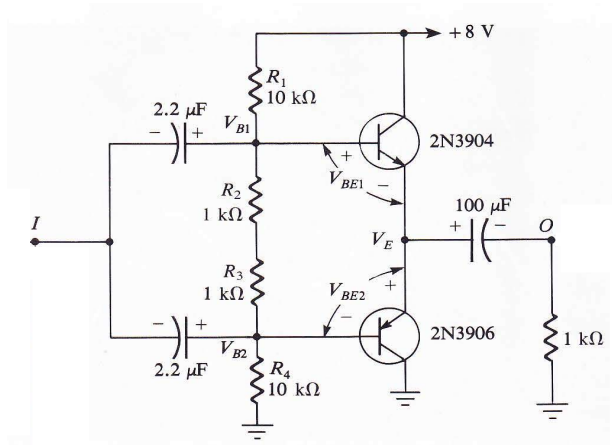
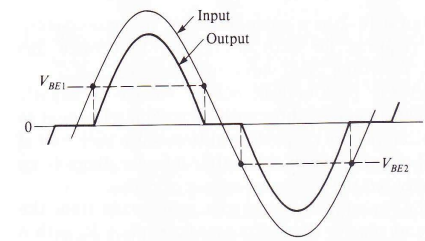

Figura 1: Amplificador Clase B
Figura 2: Diferencia en Voltaje
El circuito en la figura 1 muestra un amplificador de potencia clase B. Este circuito también se conoce como un Amplificador “Push-Pull Emitter Follower”. En el circuito se utilizan un par de transistores npn y pnp, que se polarizan en cutoff ($I_C=0$). Esto hace que un transistor conduzca la mitad de un ciclo de la señal, y el otro la mitad restante.
1. Calcule la eficiencia máxima teórica del circuito en la figura 1. Incluya el cómputo en su informe.
2. Verifique el funcionamiento de los componentes y construya el circuito. Conecte una señal ac de 6V y $f=1\text{kHz}$ en la entrada (I). Conecte un canal del osciloscopio a la entrada y otro a la salida (O) del circuito. Note que la señal de salida muestra distorsión. Esto se conoce como “crossover distortion” y se debe a que los diodos en ambos transistores no comienzan a conducir hasta que la señal de entrada (V_{BE}) excede $\sim 0.7\text{ V}$ en ambas direcciones.
4. Mida la diferencia en voltaje entre las señales de entrada y salida como muestra la figura 2 y compare con los valores esperados. Explique porque las señales de entrada y salida están en fase.
5. Desconecte la señal de entrada y sustituya los resistores R_2 y R_3 por un potenciómetro de $5\text{k}\Omega$ en serie con una resistencia de 100Ω , como muestra la figura 2. Vuelva a conectar la señal de entrada y ajuste el potenciómetro hasta que desaparezca la distorsión. Mida la ganancia en voltaje. Note que el valor se acerca a 1.